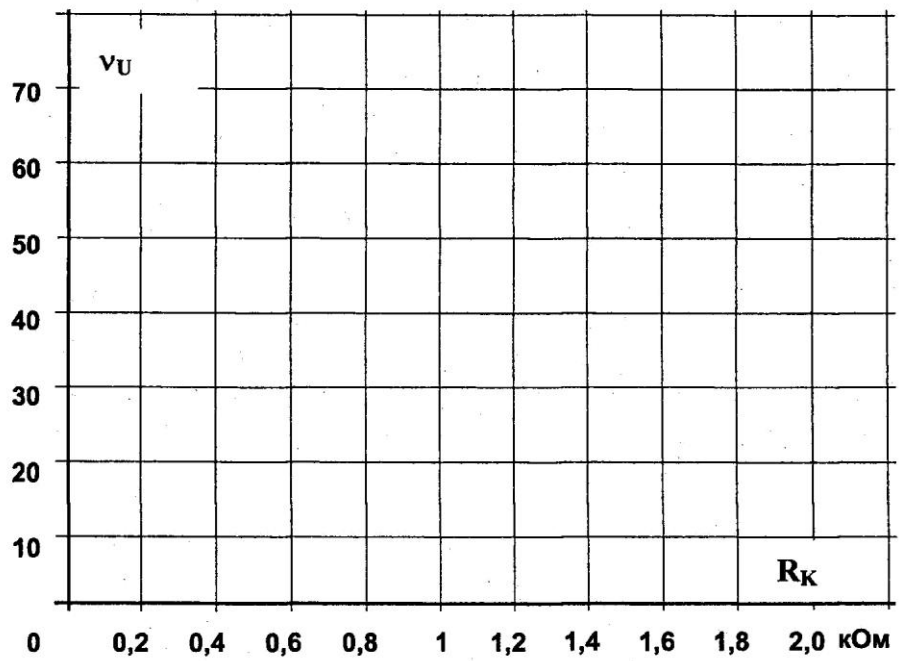

Рис.5.4.2
- Проведите этот опыт при всех значениях сопротивления R_k , указанных в табл. 5.4.1 и на рис. 5.4.2 постройте график зависимости ν_U от R_k .